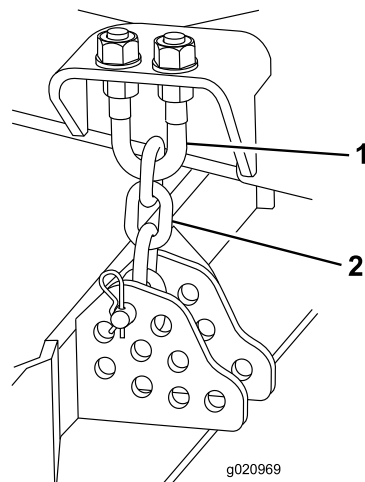

Figura 102
1. Afloje las contratueras de la parte superior o inferior del perno en U de la cadena de altura de corte (Figura 102).